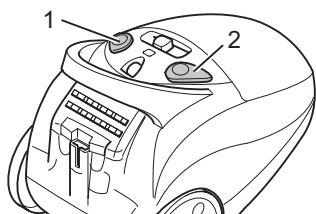

Abb. 15
1. Schalten Sie den Bodestaubsauger am Ein-/Aus-Schalter (Abb. 15/1) aus und ziehen Sie den Stecker aus der Steckdose.
3. Drücken Sie die Kabelaufrolltaste (Abb. 15/2), um das Stromkabel einzuziehen.